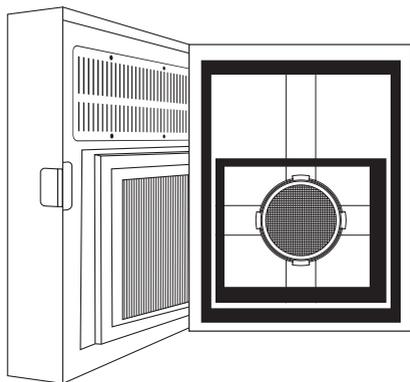

Рис. 10.
2. Откройте лицевую крышку прибора (рис. 10).